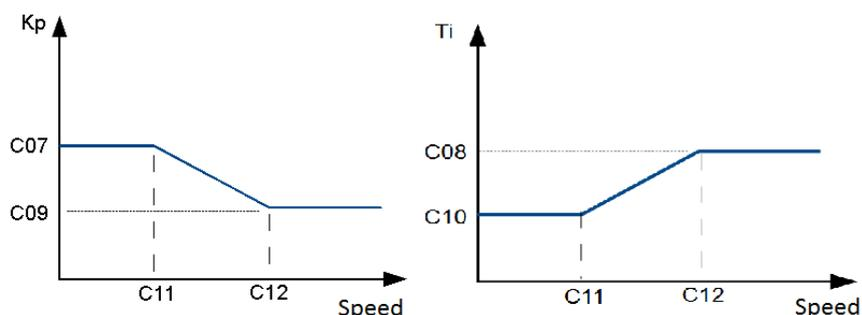

Abbildung 4-5 Koeffizient „PI“ gemäß der Geschwindigkeit.
- Zwischen [C11] und [C12] werden die Koeffizienten „Kp“ und „Ti“ linear an die Bedingungen angepasst (Abbildung 4-5).